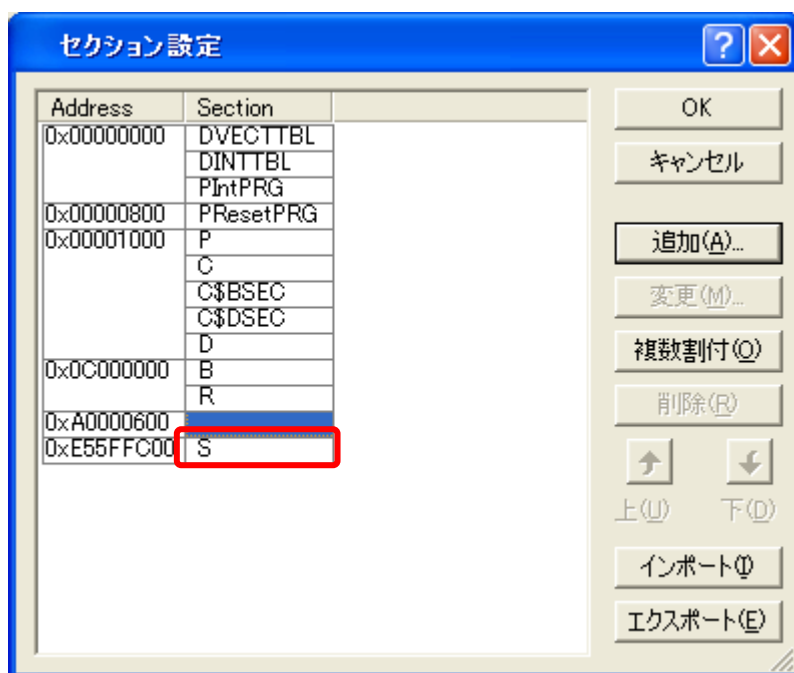

図5.3.12 セクション設定⑤
- (4) セクションアドレスが追加され、[セクション]ダイアログボックスに戻ります。図5.3.12に示すように空白の「Section」を選択し、「追加 (A)」ボタンをクリックします。